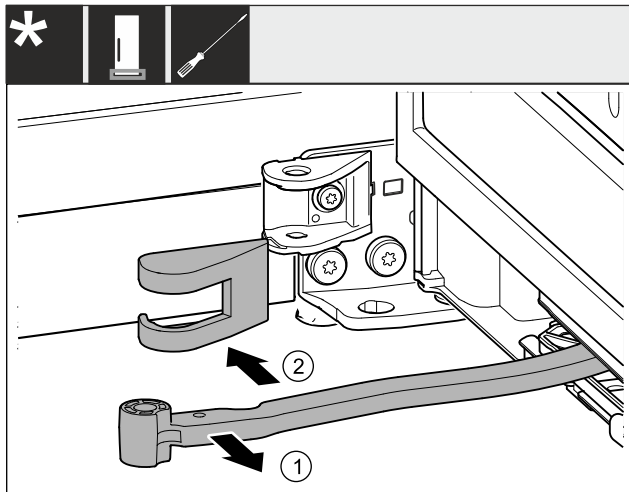

Fig. 6
- ▶ Otočte kloub směrem ke dveřím. Fig. 6 (1)
- ▶ Sejměte kryt stojanu ložiska. Fig. 6 (2)